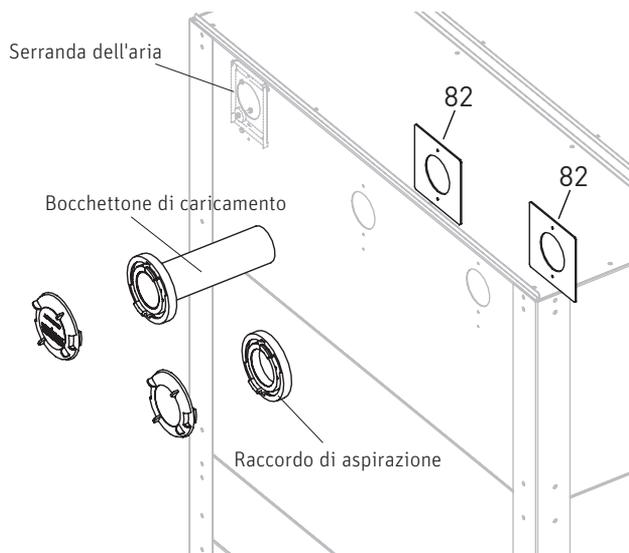

Fig. 16 Montaggio del bocchettone di caricamento e del raccordo di aspirazione
Avvitare 1 bocchettone di caricamento, 1 raccordo di aspirazione – all'esterno, 2 fissaggi per bocchettone (82) – all'interno, rispettivamente con 2 viti a testa svasata M6 x 40 e dadi – Fig. 16